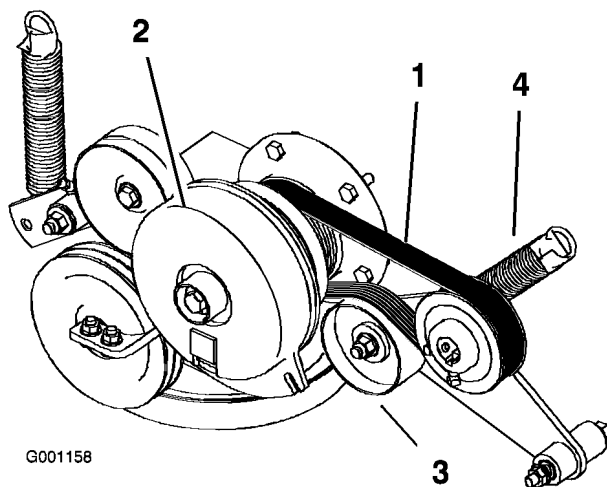

Bild 60
3. Entfernen Sie die Feder vom Spannarms (Bild 60).
4. Legen Sie einen neuen Riemen um die Motor- und Hydraulikpumpenscheiben (Bild 60).
6. Haken Sie die Feder wieder in den Spannarms ein (Bild 60).